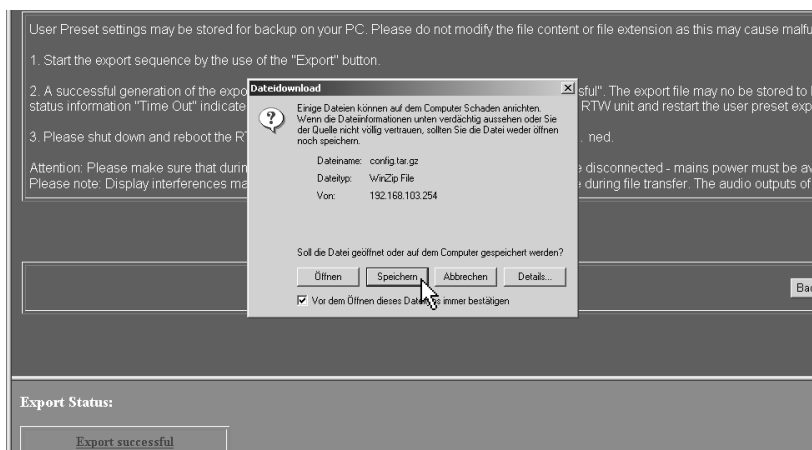

Bild 8-16: Der Dialog „Dateidownload“ zur Bestimmung des Speicherortes
- Das Dialogfeld für den Dateidownload erscheint. Klicken Sie auf „Speichern“ (siehe Bild 8-16).